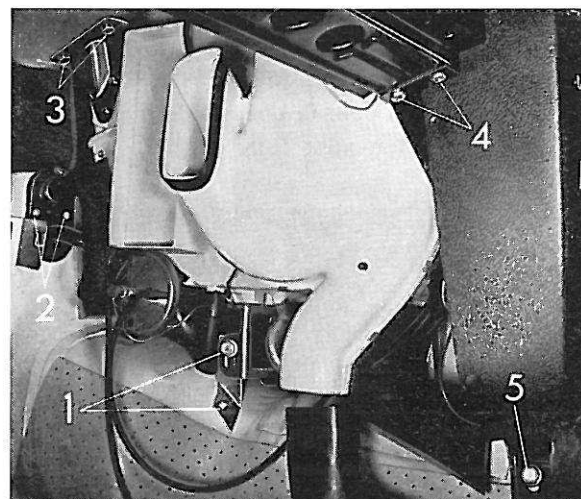

Figure 20. Système combiné, côté gauche
3. Enlever les vis (4 et 5), figure 20, des deux jambes de support du tableau de commande et relever au maximum ce tableau sur le tunnel de boîte de vitesses, dans la mesure permise par les câbles électriques.